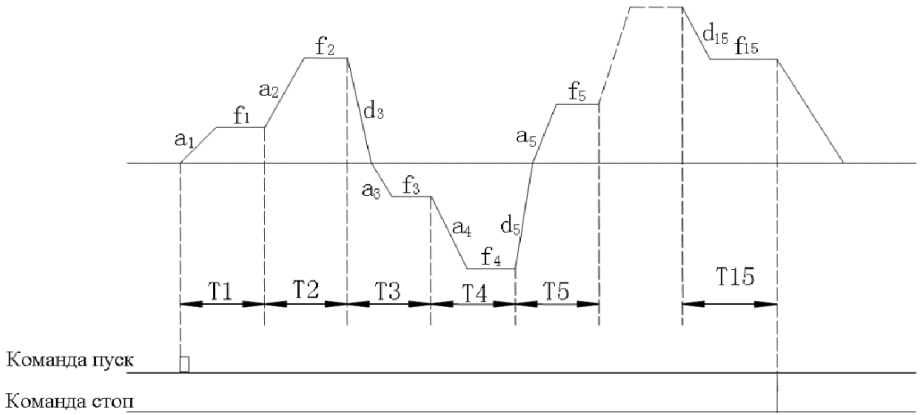

Рис.7-31 Остановка после каждого цикла.
**1: Остановка после каждого цикла (см. рис.7-31).**
Можно задать 15 шагов (см. рис. 7-31, 7-32 и 7-33).